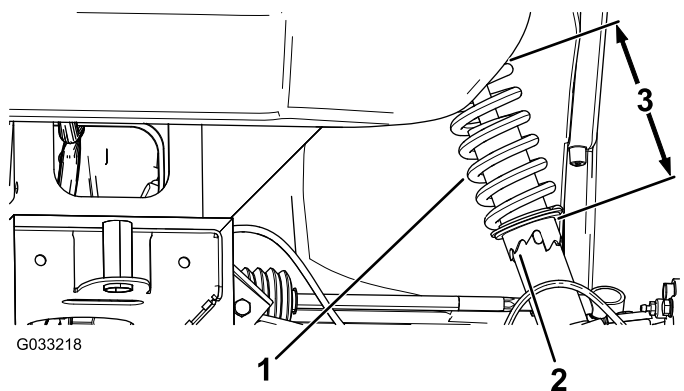

Figura 43
2. Se o alinhamento da roda estiver desalinhado, utilize a chave de aperto para rodar o anel na mola amortecedora para alinhar a roda (Figura 43).